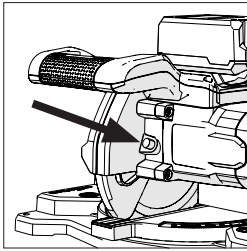
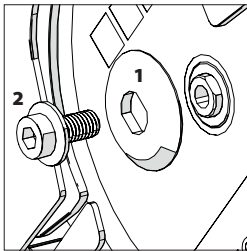

Abb. 24
Abb. 25
Halten Sie den Verriegelungsknopf der Spindel auf dem Motorgehäuse gedrückt, während Sie die Spindelschraube mithilfe des mitgelieferten Innensechskantschlüssels drehen, bis der Knopf vollständig im Schaft steckt und diesen verriegelt. (Abb. 24). Fahren Sie anschließend mit dem Entfernen der Spindelschraube und dem äußeren Sägeblattflansch fort (Abb. 25). Lösen Sie den Dornverriegelungsknopf.
Bringen Sie den äußeren Flansch (1) (flache Oberfläche auf die Maschine) und die Spindelschraube (2) wieder an (Abb. 25).
Halten Sie den Verriegelungsknopf der Spindel auf dem Motorgehäuse gedrückt, während Sie die Spindelschraube mithilfe des mitgelieferten Innensechskantschlüssels anziehen, bis der Knopf vollständig im Schaft steckt und diesen verriegelt. (Abb. 24).